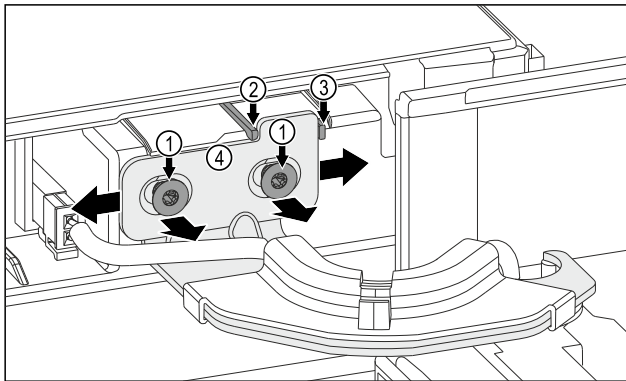

Fig. 10
- ▶ Beide Schrauben Fig. 10 (1) lösen.
- ▶ Tür nach rechts verschieben: Sicherungsnoppe Fig. 10 (3) entfernen.
- ▶ Tür nach links verschieben: Sicherungsnoppe Fig. 10 (2) entfernen.
- ▶ Endposition der Tür ist erreicht: Beide Schrauben Fig. 10 (1) festschrauben.